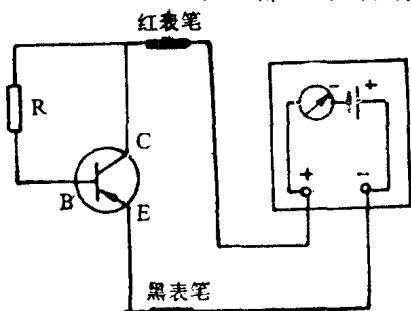

图 11
①将万用表旋至 $R \times 100 \Omega$ 或 $R \times 1k \Omega$ 档，红表笔接基极，用黑表笔分别测量另外两个管脚会出现一个阻值大一点，一个阻值小一点。阻值小的黑表笔所接管脚是集电极，阻值大一点的，黑表笔所接管脚是发射极。此法也适用于测 NPN 型三极管（黑表笔接至基极，红表笔分别接另外两只管脚）。
②用手将基极和待判别的一个管脚捏在一起，但不要相碰（这就相当于在基极和待测的管脚之间接了一个几十千欧的电阻），用红表笔接触与基极捏在一起的这个管脚，用黑表笔接触另一个待测的管脚，测出电阻值。然后把两只待测的管脚对调，用同法再测量一次，两次测量中电阻值较小的一次，红表笔所接触脚就是集电极，黑表笔所接的管脚就是发射极。这样测量的原因是，黑表笔实际上是万用表内部电源的正极，红表笔实际上是万用表内部电源的负极（指针式表是这样，数字表正好相反）。在集电极和基极之间串接一只电阻以后，再把黑表笔接发射极，红表笔接集电极。这就是共发射极电路的一种形式，如图 11 所示。由于发射结处在正向电压下，集电结处在反向电压下，所以发射极电流大部分流向集电极，故说明发射极与集电极之间的电阻很小。因此，阻值小的一次测量中，黑表笔所接触的是发射极，红表笔所接触的是集电极。